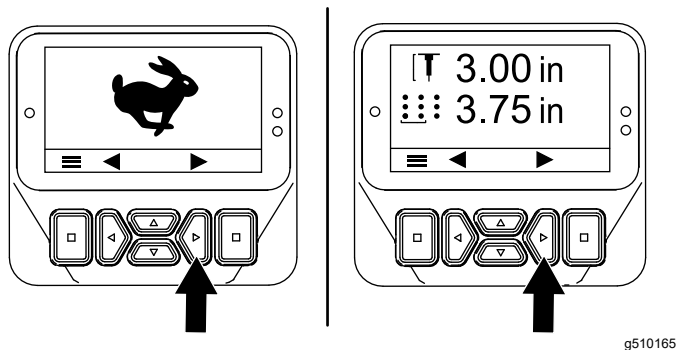
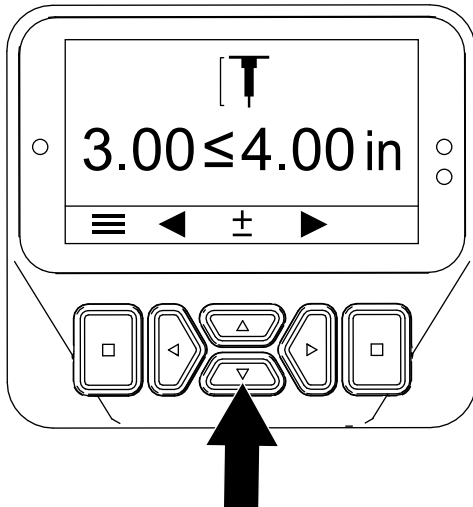

**Figura 51**
**Figura 52**
3. Premete il pulsante Destra fino a quando non viene visualizzata la schermata Impostazione della profondità dei fori (Figura 51 e Figura 52).
4. Regolate la profondità delle fustelle utilizzando i pulsanti Su e Giù (Figura 52) come segue: